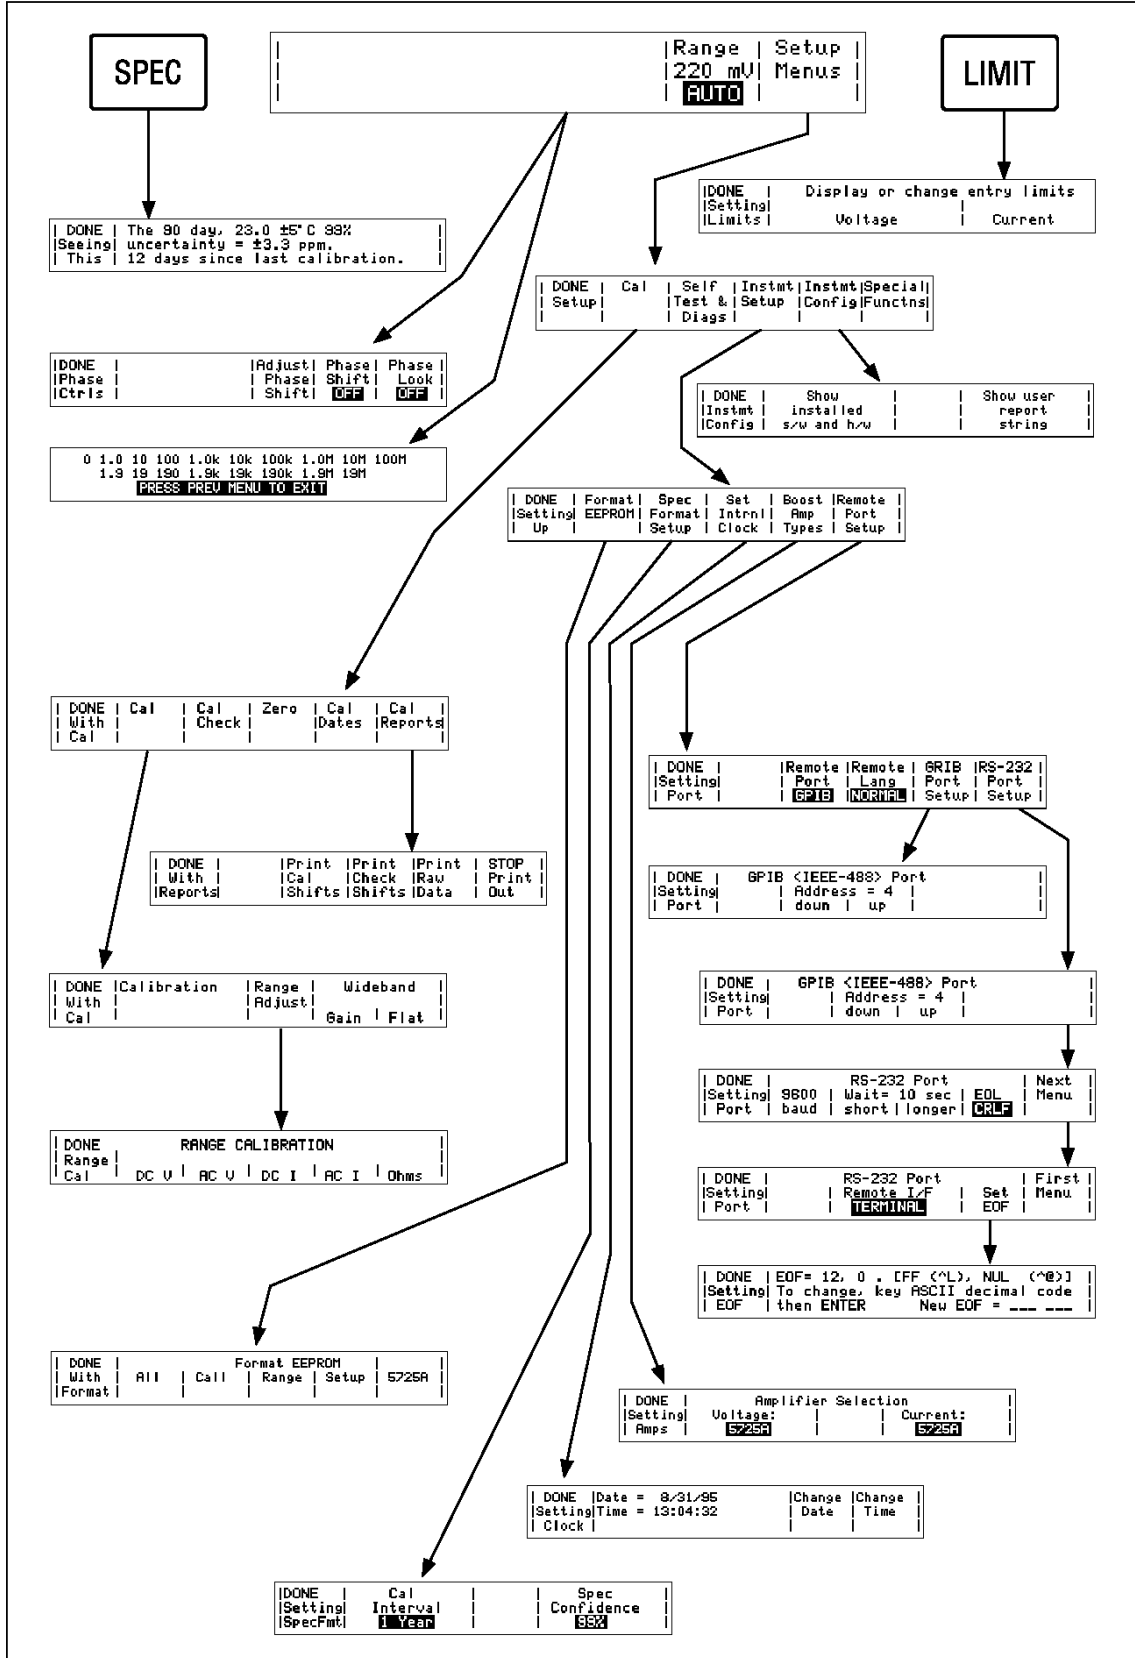

图3-3. 软键菜单树
<p>② 控制显示</p>	<p>字母显示的真空荧光显示器，用以显示输入的数据、UUT调节的误差、菜单以及其他提示和信息。每一菜单包括一组软键，在软键上边由菜单标明软件的功能。通过5个软键和  键，可以操作许多不同的功能。（参阅图3-3，软键菜单树）</p>
<p>⑨</p> <p>软键</p>	<p>5个无标志的蓝色软键的功能, 由它们正上方控制显示器中的标志来表示。在工作过程中, 其功能会变化, 所以通过这些软键可以操作许多不同的功能。一组软键的标注被称为一个菜单。一组相互连接的菜单组称为菜单树。图3-3显示了校准器的菜单树。</p>
在“前面板功能”中提到的六个软键的功能，分别由各自上方所显示的包括标签的菜单表示。当操作新的菜单时，这些功能会变换。图3-3中显示了校准器可用的菜单结构。